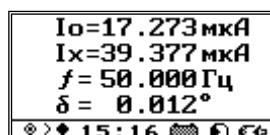

Рисунок 80
7.4.11 Затем необходимо выждать два-три интервала усреднения и, убедившись в стабильности отображаемых данных (рисунок 80), нажать кнопку **Enter**, зафиксировав результаты второго этапа измерений – токи $Io2$ и $Ix2$. При необходимости сохранения измеренных величин на SD-карте – нажмите кнопку **↓**.